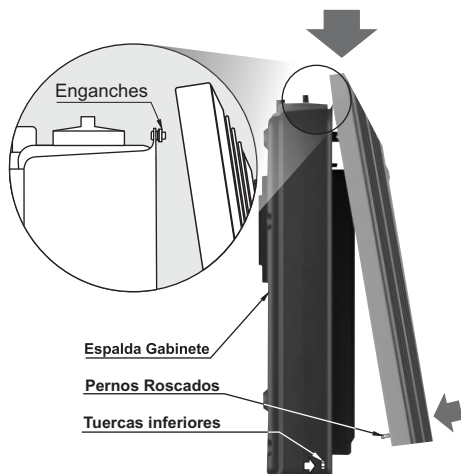

Fig. 6
- Luego, inserte los 2 pernos roscados, ubicados en la parte inferior del Frente, en los orificios inferiores de la pestaña de la Espalda (Fig. 6).
- Retire el Frente quitando las 2 tuercas inferiores (Fig. 6), separe la parte inferior del Frente de las pestañas laterales de la Espalda del Gabinete y deslícelo levemente hacia arriba hasta desprenderlo de la parte superior de la Espalda. En los modelos TT MX 3 y TT MX 5, retire el Dosificador de Aire Primario que sólo se usa en calefactores de Gas Natural.